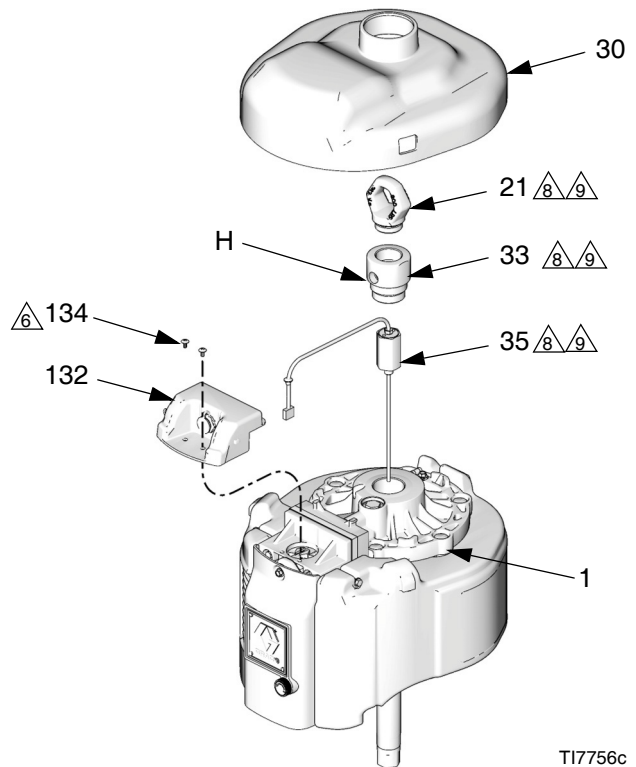

**ABB. 15. Sensorkabelanschluss**
- a. **DataTrak Modelle:** Entfernen Sie die beiden Schrauben (135). Vorsichtig das DataTrak-Modul (131) entfernen, siehe Seite 14. Ziehen Sie die Kabel der Trockenlauf-Magnetspule und des Sensors von der Modulplatine ab. Entfernen Sie die beiden Schrauben (134), und schieben Sie das Gehäuse (132) vorsichtig vom Druckluftventil.
- b. **Modelle mit Linearsensor:** Entfernen Sie die Schrauben (134), und schieben Sie das Gehäuse (132) vorsichtig vom Druckluftventil. Ziehen Sie das Sensorkabel von der Platine ab. Siehe ABB. 15 auf Seite 28.
10. Den Schalldämpfer (15) wieder einbauen. Die Schrauben (43) vollständig gegen den Schalldämpfer festziehen.
11. Die äußere Ventilabdeckung (47) wieder anbringen.
- a. **DataTrak Modelle:** Schieben Sie vorsichtig das Gehäuse (132) über das Druckluftventil. Die Schrauben (134) per Hand eindrehen und dann mit 11,3 N•m (100 in-lb) festziehen. Die Magnetspule und die Sensorkabel wieder am DataTrak-Modul (131) einstecken, siehe Seite 14. Schieben Sie das Modul (131) vorsichtig zurück in das Gehäuse (132). Setzen Sie die beiden Schrauben (135) wieder ein.
- b. **Modelle mit Linearsensor:** Stecken Sie das Sensorkabel wieder in die Platine ein. Siehe ABB. 15 auf Seite 28. Schieben Sie das Gehäuse (132) vorsichtig über das Druckluftventil. Die Schrauben (134) per Hand eindrehen und dann mit 11,3 N•m (100 in-lb) festziehen.
13. Die obere Abdeckung (30) wieder anbringen.
5. Entfernen Sie die Schrauben (134), und schieben Sie vorsichtig das Gehäuse (132) vom Druckluftventil. Ziehen Sie das Sensorkabel von der Platine ab. Siehe ABB. 15.
6. Ziehen Sie das Kabel zurück durch das Loch (H) in der Seite des Adapters (33) und lassen Sie es oben aus dem Adapter heraushängen.
7. Schrauben Sie den Adapter (33) und den Sensor (35) ab. Heben Sie den Sensor nach oben gerade aus dem Druckluftmotor heraus.
8. Bringen Sie Schraubensicherungsmittel auf das neue Sensorgehäuse auf. Schrauben Sie den Sensor (35) in die obere Abdeckung (1) ein. Mit 40,6-48,8 N•m (30-36 ft-lb) festziehen.
9. Tragen Sie Schraubensicherungsmittel auf den Adapter (33) auf. Ziehen Sie das Sensorkabel gerade oben aus dem Adapter heraus, und schrauben Sie dann den Adapter in die obere Abdeckung (1) ein. Mit 40,6-48,8 N•m (30-36 ft-lb) festziehen.
10. Ziehen Sie das Sensorkabel durch das Loch (H) in der Seite des Adapters, und schließen Sie es wieder an der Platine an. Siehe ABB. 15 auf Seite 28. Schieben Sie das Gehäuse (132) vorsichtig über das Druckluftventil. Die Schrauben (134) per Hand eindrehen und dann mit 11,3 N•m (100 in-lb) festziehen.
11. Bringen Sie Schraubensicherungsmittel auf den Transportring (21) auf. Den Adapter (33) mit einem Schraubenschlüssel am Verdrehen hindern und den Transportring mit 40,6-48,8 N•m (30-36 ft-lb) festziehen.
12. Die obere Abdeckung (30) wieder anbringen.